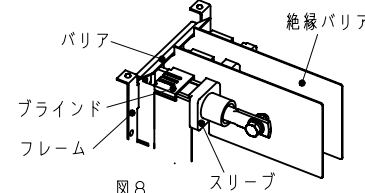

図8
(2) 本体ブレーカをパネルに取り付けた後、絶縁性能維持の為、図8の様に電源側に絶縁バリヤを必ずご使用ください。